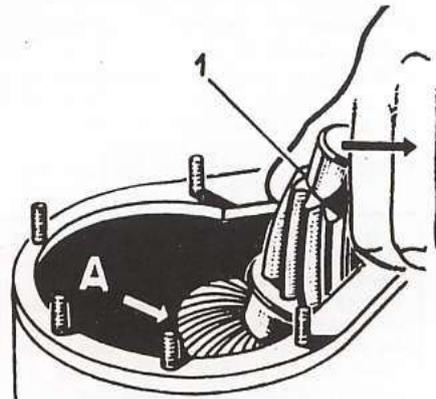

Fig. 74. — Introduction de l'arbre démultiplicateur
- Présenter d'abord le démultiplicateur (1) (fig. 74), mais ne pas engager son roulement (côté roue d'angle), c'est-à-dire maintenir l'arbre et l'incliner vers le sommet du carter.